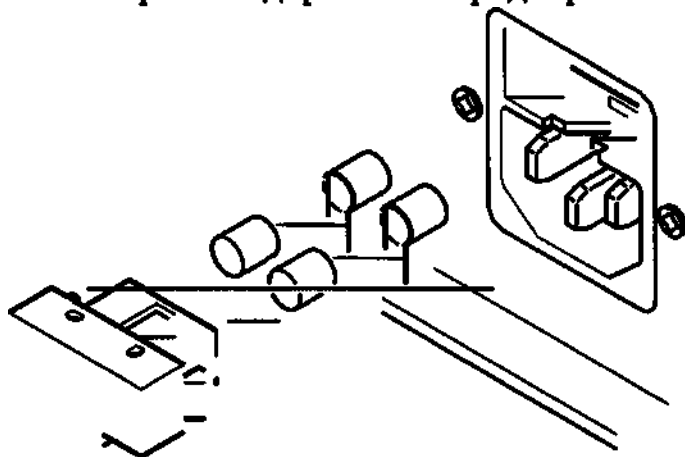

Рисунок 27 – Замена плавких предохранителей
5. Поместите два новых предохранителя в держатель предохранителя (*Рисунок 27*).